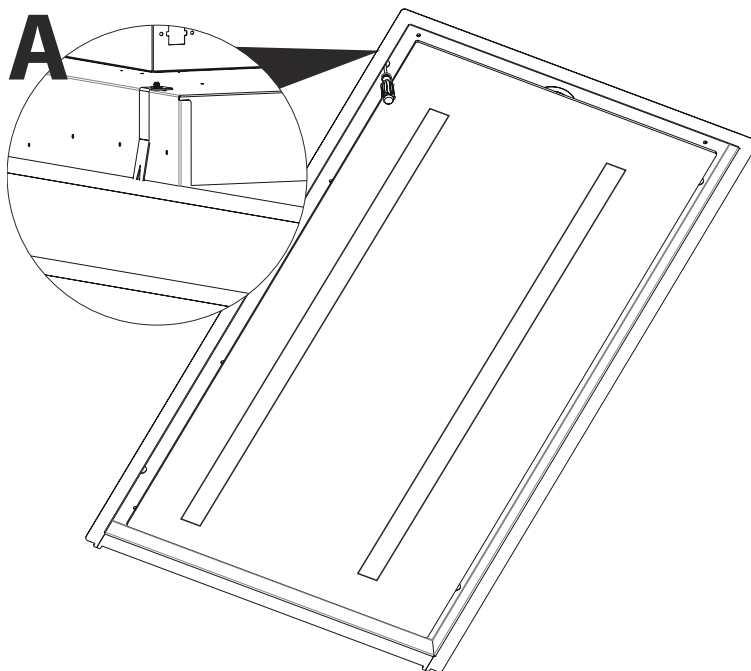

Fig. 10
4. → Skru nu på de 4 skruer, som vil stramme beslagene og stramme emhætten fast på overfladen. (Fig. 10).
Vær opmærksom på at emhætten er tæt og plan med loftet (Fig. 10/A).